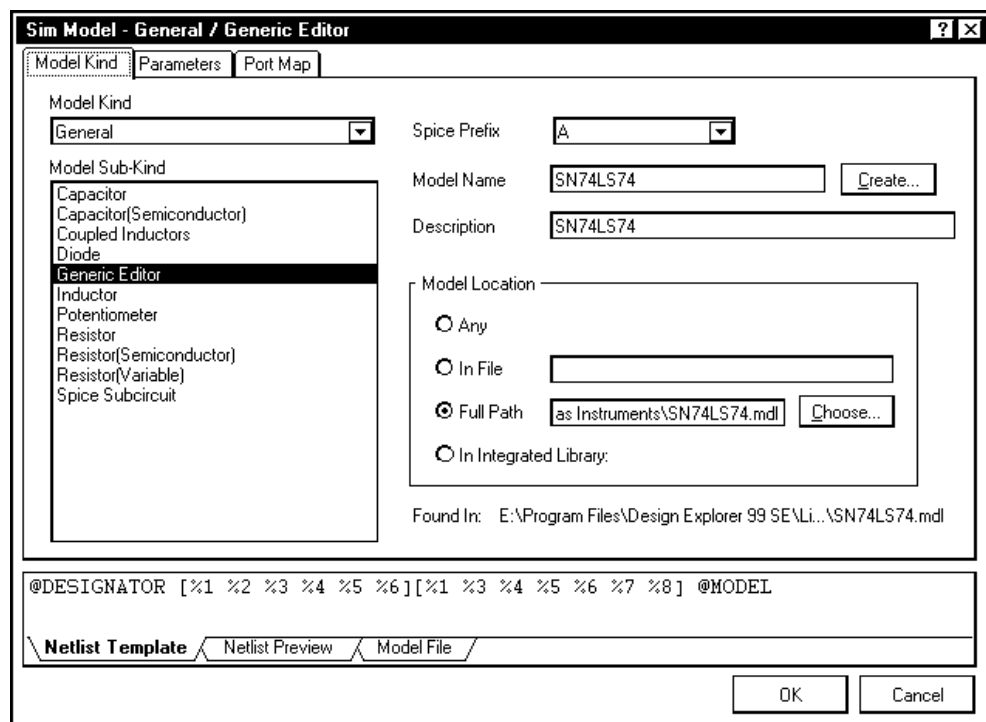

Рис. 9.44. Окно с активной панелью выбора модели цифровой микросхемы
4. Щелчком на кнопке выбора открыть список и указать в нем категорию **Simulation**. Откроется диалоговое окно присоединения схемотехнических моделей (рис. 9.44) с пустыми полями на нижних вкладках.
У отечественного аналога — микросхемы K555TM2 — эти обозначения имеют свои эквиваленты (рис. 9.44):